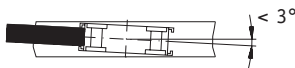

Fig. 7: Montage du capteur
- Respecter la distance entre le capteur et la bande magnétique ainsi que les tolérances angulaires; celles-ci doivent être maintenues sur toute la distance à mesurer (voir Fig. 7).
respectée sur **toute** la longueur à mesurer. Le capteur touche la bande (Fig. 7).
- La face active du capteur n'est pas montée vers la bande magnétique (Fig. 7).